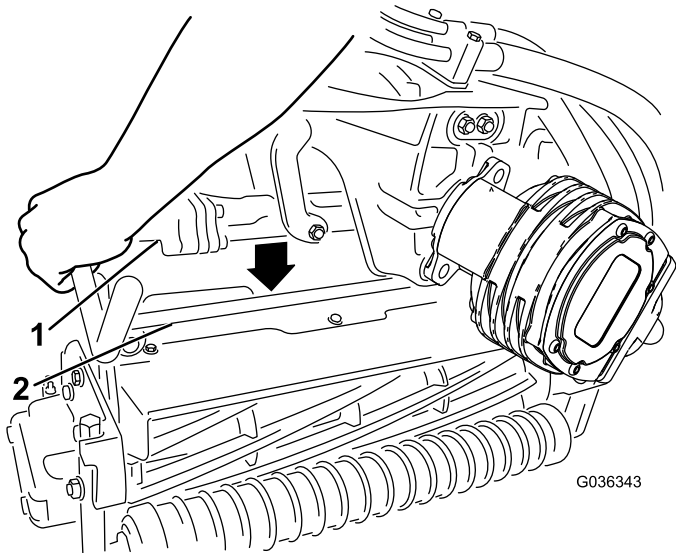

Figure 52
4. Les verrous de la barre de bras de suspension étant orientés en haut (c.-à-d. ouverts) (Figure 51), poussez le bras de suspension vers le bas pour que la barre s'engage sur la barre transversale au sommet de l'unité de coupe (Figure 52).